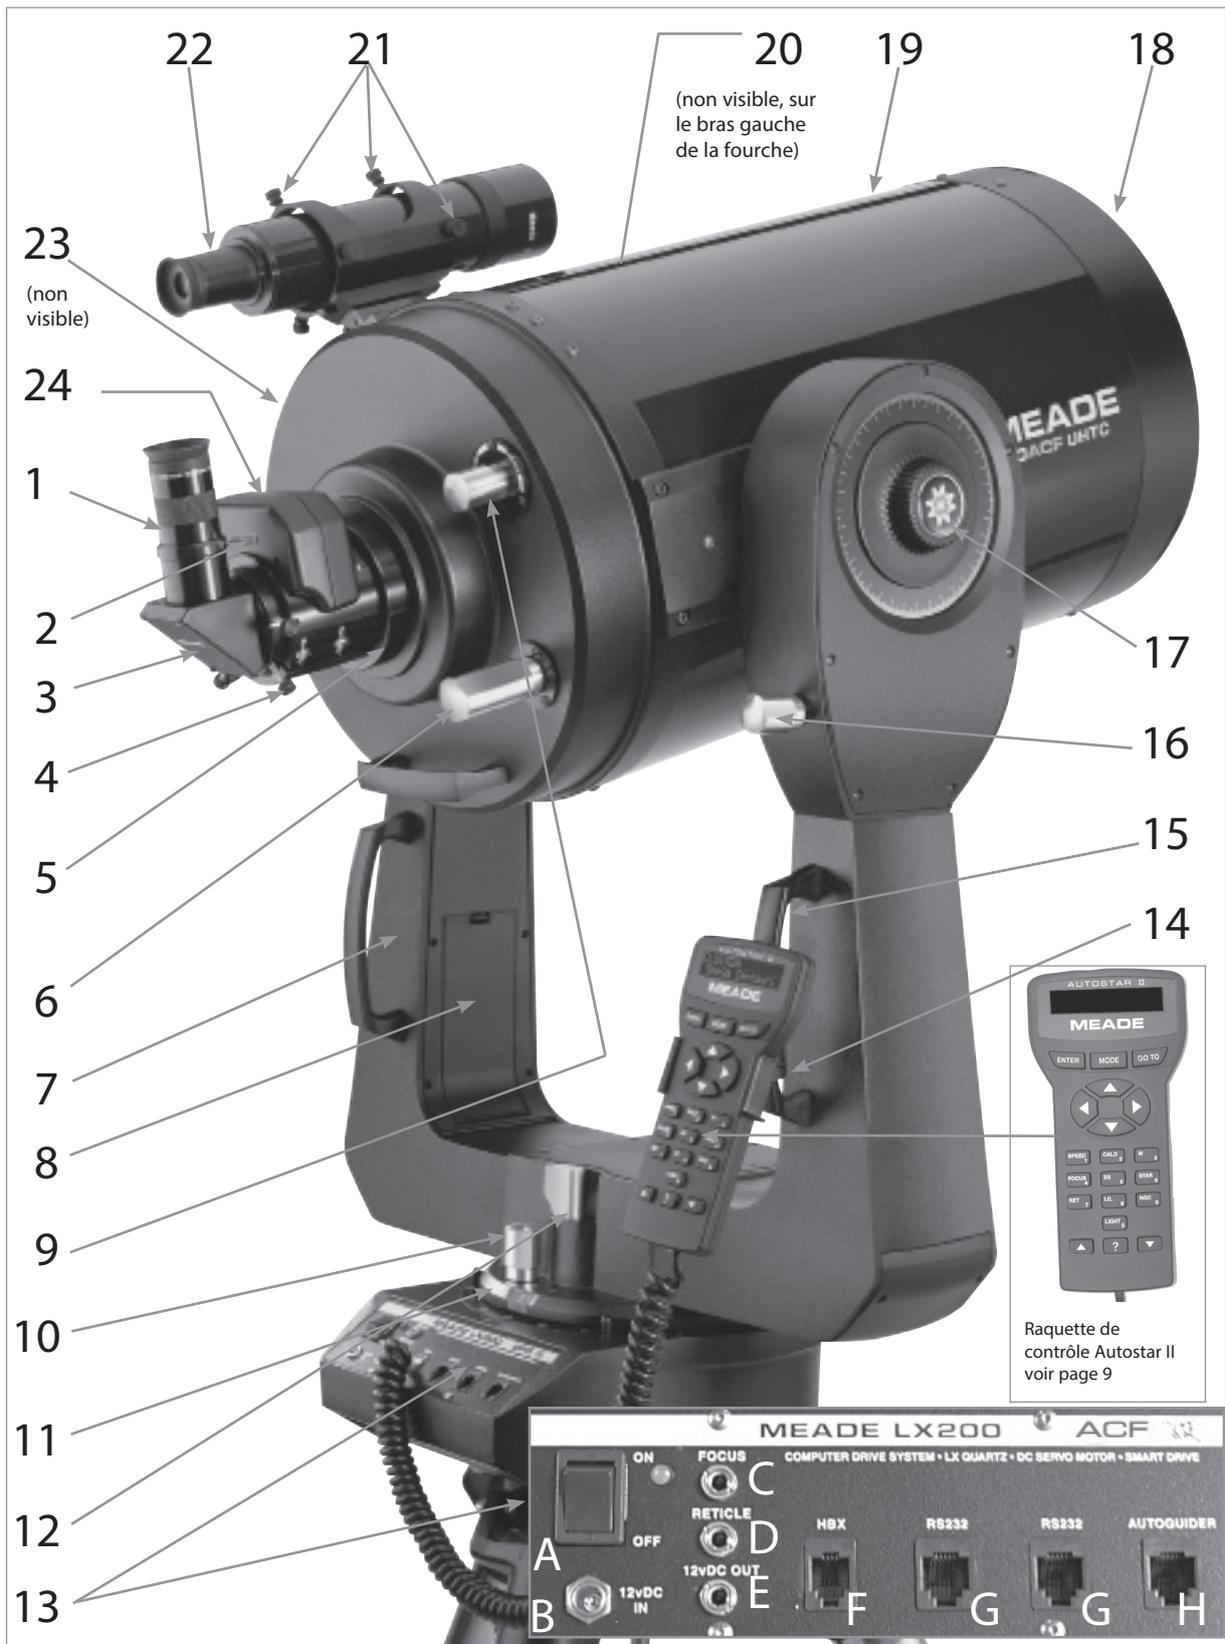

Fig. 1: Télescope LX200 ACF, panneau de contrôle, raquette de commande Autostar II.
Regardez le long du tube pour localiser un objet. Utilisez la molette de mise au point (6, Fig. 1, page 6) pour faire la mise au point. Entraînez-vous à utiliser les touches flèche de l'Autostar pour centrer un objet dans le champ de vision du télescope.
- 1 Oculaire: Placez l'oculaire S/5000 Plössl de 26mm dans le renvoi coudé (3, Fig. 1) et maintenez le en place en serrant la vis pour oculaire (2, Fig. 1). L'oculaire grossit l'image formée au plan focale du télescope.
- 2 Vis de serrage de l'oculaire: maintient l'oculaire (1, Fig. 1) en place. Serrez sans exagérer.
- 10 Mouvement lent en ascension droite (AD): Permet un mouvement lent en ascension droite, c'est à dire selon l'axe horizontal en tournant la molette et en ayant le frein d'ascension droite (voir L ci-dessous) en position débloquée. Bloquez le frein partiellement pour crée une position agréable dans le mouvement lent d'ascension droite.
- 12 Frein d'ascension droite (AD): Contrôle manuellement le mouvement en AD (ou en azimut) du télescope. Tourner le frein d'AD dans le sens contraire des aiguilles d'une montre débloque l'axe en AD et permet de déplacer le télescope manuellement en AD. Tourner le frein d'AD dans le sens des aiguilles d'une montre pour bloquer l'axe en AD du télescope afin d'embrayer le moteur en AD contrôlé par l'Autostar II
- 13 Panneau de contrôle (voir Fig. 1, l'insert):
Lorsque vous débloquez le frein de déclinaison, tenez le tube du télescope (19, Fig. 1). Le poids du tube pourrait le faire tomber brusquement.
- 24 Système de mise au point électrique(Zero Image-Shift) à 4 vitesses : Permet une mise au point précise en visuel, CCD ou astrophotographie. Maintient l'image centrée, y compris sur les petits capteurs CCD. Fonctionne avec 4 vitesses différentes, fines à rapides en utilisant les touches fléchées de l'Autostar II. Brancher le système de mise au point électrique dans le port focus (13, Fig. 1).